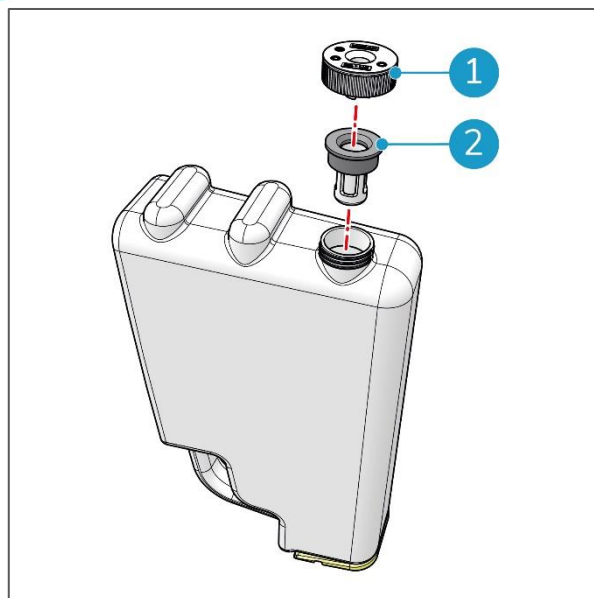

Figura 54
5. Svitare il tappo bianco (Figura 54, pos 1), che tiene il filtro detergente (Figura 54, pos 2) in posizione.
7. Posizionare il filtro nel tappo (Figura 54).
8. Avvitare il tappo sul fondo del serbatoio del detergente (Figura 54) e assicurarsi che sia ben sigillato.